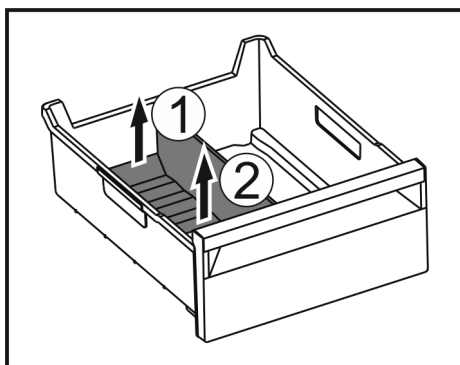

Fig. 173
- Повдигнете задната част на разделителя на отделенията за лед. Fig. 173 (1)
- Извадете разделителя на отделенията за лед нагоре. Fig. 173 (2)